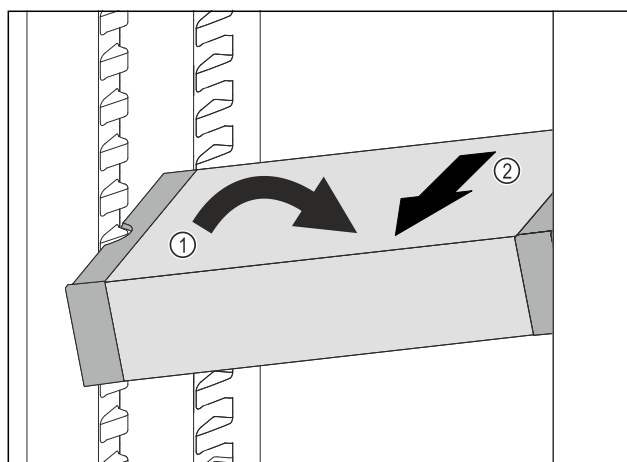

Fig. 249
- ▶ Наклонете VarioSafe в хладилната част. Fig. 249 (1)
- ▶ Извадете VarioSafe напред. Fig. 249 (2)